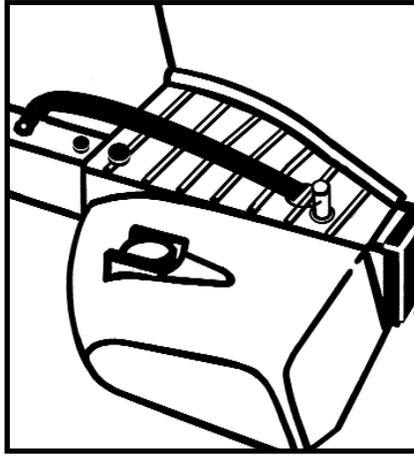

FIGURE 2
3. Insert the securing pin down through the small rear hole in the wheel arm attachment bracket. **FIGURE 2**
3. La goupille de sécurité doit être installée à partir du dessus de la fixation du bras de dispositif. **FIGURE 2**